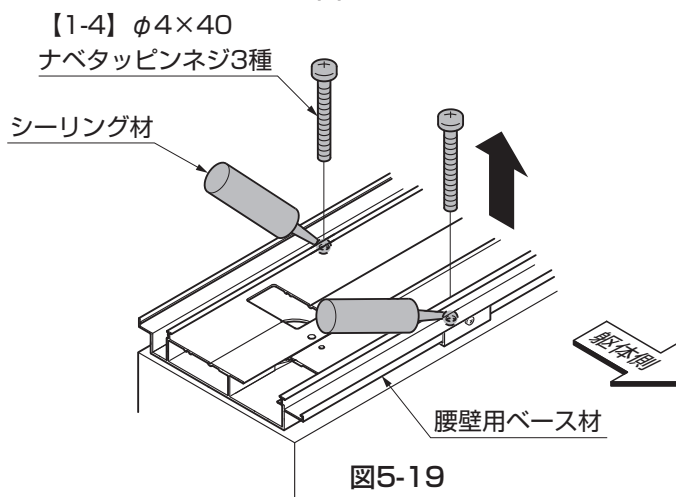
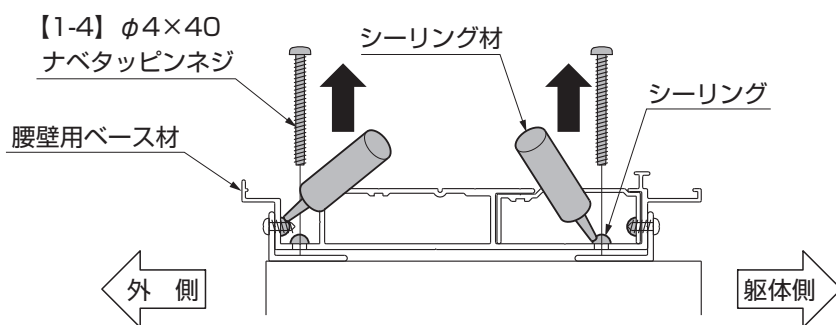

図5-19
図5-20
- ②取付けたネジ部をシーリングしてください。（図5-20参照）
- ④取外したネジ穴をシーリングでふさいでください。（図5-19、図5-20参照）